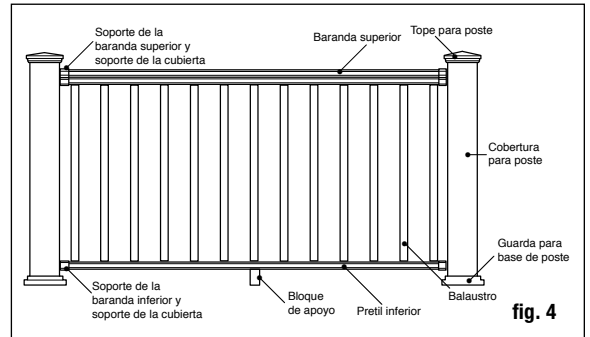

fig. 4
Paso 5 Recorte las coberturas de postes de 10.2 x 10.2 cm (4x4 pulg.) a la longitud adecuada. Las coberturas para poste deben ser al menos 3.8 cm (1-1/2 pulg.) más largas que la altura del barandal (fig. 4). Ejemplo: Para un barandal de 91.4 cm (36 pulg.) de altura, recorte la cobertura del poste a un mínimo de 95.2 cm (37-1/2 pulg.), puede dejarse más larga si se desea. Deslice una cobertura de poste recortada sobre cada poste de barandal de 10.2 x 10.2 cm (4x4 pulg.). La cobertura para poste debe deslizarse fácilmente sobre el poste. NO FUERCE la cobertura de poste sobre el poste. Los postes de 10.2 x 10.2 cm (4x4 pulg.) torcidos o doblados deben ser reemplazados. Deslice una cenefa para base de poste (opcional) sobre cada cobertura de poste para un aspecto más acabado. *Nota: Se recomienda instalar la cenefa para base de poste antes de instalar el barandal inferior. Sin embargo, el diseño de dos piezas permite que el instalador añada la cenefa para la base del poste después de instalar el barandal. Para instalarla, aplique una línea delgada de pegamento transparente para construcción en exteriores a la parte interior de la cenefa para poste, en donde entrará en contacto con la cubierta del poste, y colóquela en su sitio alrededor de la base de la cobertura del poste.*